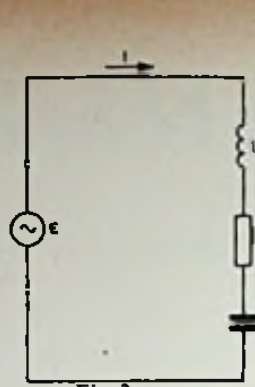

Fig. 3
5. Van de schakeling van fig. 3 is gegeven dat $L = 8 \text{ mH}$ en $C = 8000 \text{ pF}$. Op de schakeling is een wisselspanningsgenerator aangesloten met een frequentie van 10 000 Hz en een EMK E van 25 volt; de inwendige impedantie mag worden verwaarloosd. De stroom I in de keten is 10 mA.